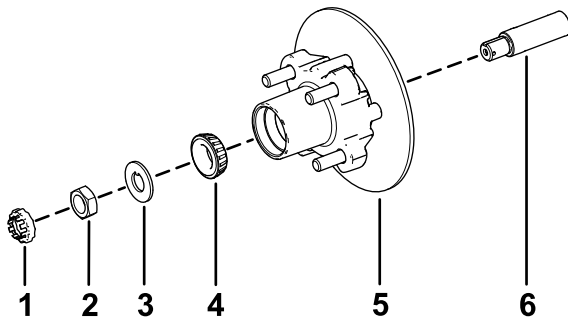

Figure 35
- Appliquez une fine couche de la graisse spécifiée sur la fusée (Figure 35).
- Montez le moyeu et le disque sur la fusée, en plaçant le disque à l'intérieur (Figure 35).
- Montez le roulement extérieur sur la fusée et poussez-le contre la bague extérieure (Figure 35).
- Placez la rondelle à languette sur la fusée (Figure 35).
- Vissez l'écrou de fusée sur la fusée et serrez-le à 15 N·m (11 pi-lb) tout en tournant le moyeu pour asseoir le roulement (Figure 35).
- Placez les plaquettes de frein de chaque côté du disque (Figure 31), puis alignez les trous du support d'étrier et les trous du support de frein sur le porte-fusée (Figure 35).